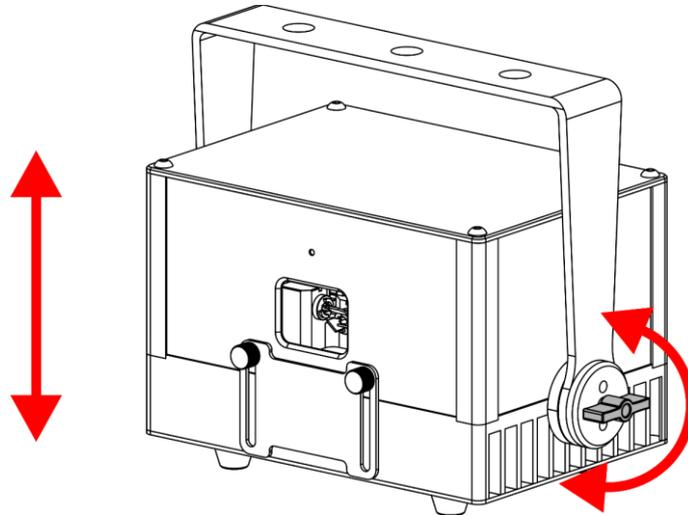

Abb. 12
- 01) Drehen Sie die **Einstellschrauben (02)** gegen den Uhrzeigersinn, um sie zu lösen.
- 02) Kippen Sie den Scheinwerfer in die gewünschte Position (Abb. 12).
- 03) Drehen Sie die **Einstellschrauben (02)** mit dem Uhrzeigersinn wieder fest. Stellen Sie sicher, dass sich der Scheinwerfer nicht frei bewegen kann, wenn die **Einstellschrauben (02)** angezogen sind.